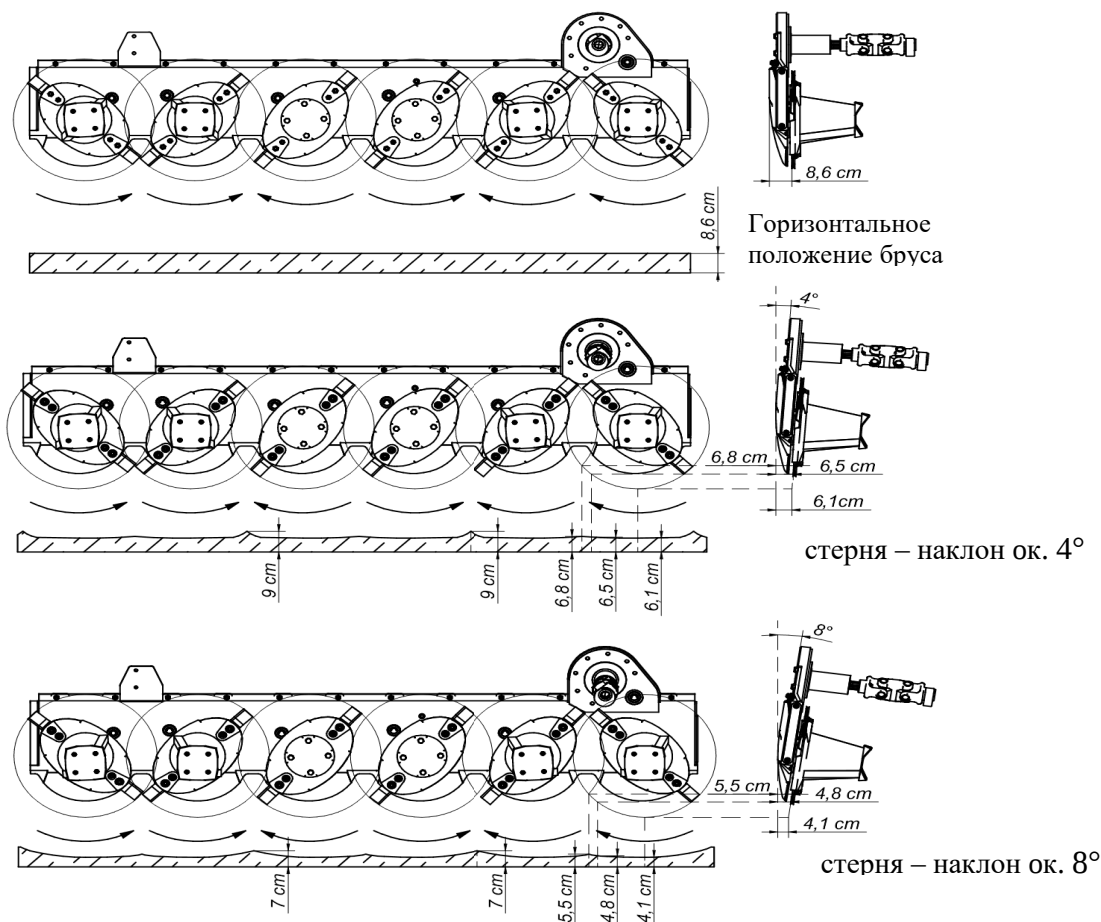

Рис. 15. Рельеф стерни при углах наклона режущего бруса: 0° , 4° и 8°
2. Нормальным явлением является неровный рельеф стерни после скашивания трав, в частности полеглых. Прямой травострой скашивают при горизонтальной установке режущего аппарата по отношению к земле. Но даже в этом случае стерня смотрится хуже, чем после применения барабанных косилок, появляются недокосы (см. **Рис. 15**). В дисковых косилках ножи расположены горизонтально по отношению к земле или под углом 8° , в то время как в барабанных они наклонены под углом до 23° . Поэтому дисковые оставляют недокосы.